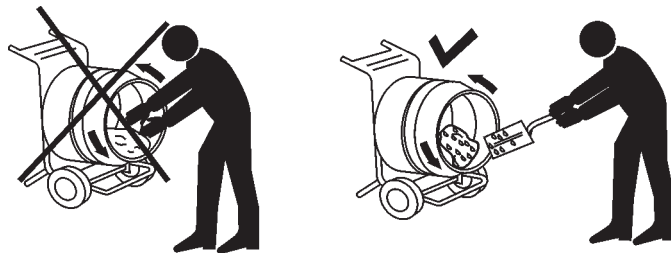

Figure 19. Tambour du mélangeur (Placer le mélange de ciment)
6. Le tambour devrait tourner, ce qui permet de commencer le processus de mélange. Utilisez une pelle (Figure 19) pour placer le mélange de ciment dans le tambour et ajoutez de l'eau au besoin. Prenez soin de ne placer que la *pointe* de la pelle dans le tambour. Si vous insérez la pelle complètement dans le tambour, elle heurtera les lames. Ceci fera tourner la pelle et pourrait blesser le personnel.